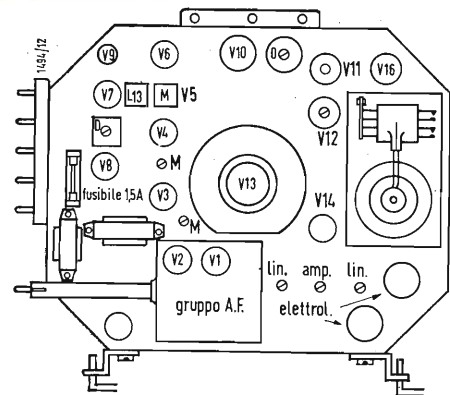

Fig. 1 - Disposizione dei tubi e degli altri elementi sul telaio.
2. - DISPOSIZIONE DELLE VALVOLE ED ALTRI ELEMENTI SUL TELAIO (fig. 1)